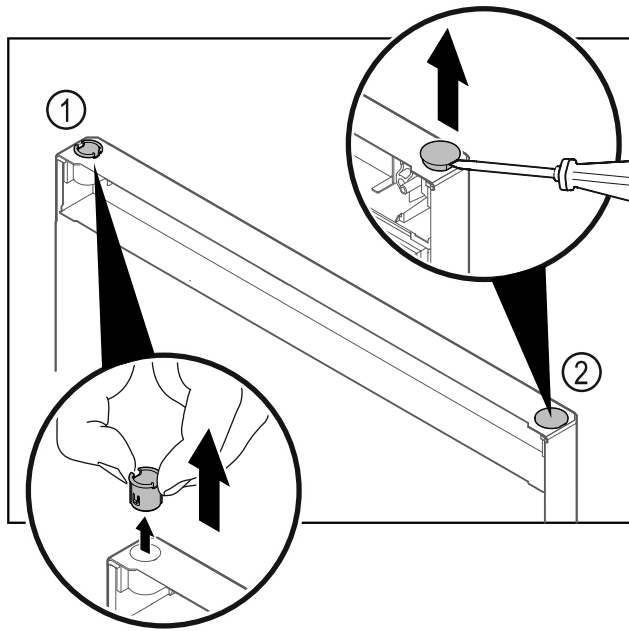

Fig. 23
- ▶ Пальцами вытяните шарнирную втулку Fig. 23 (1).
- ▶ Шлицевой отверткой осторожно подцепите и извлеките заглушку Fig. 23 (2).